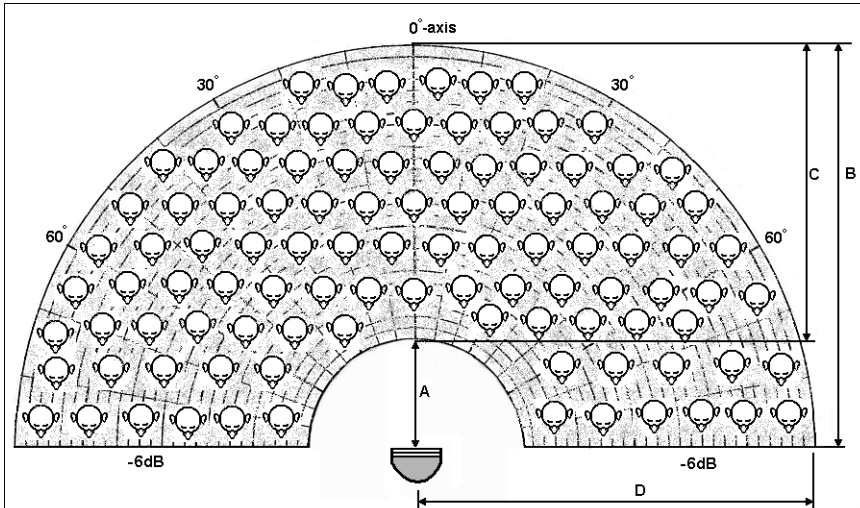
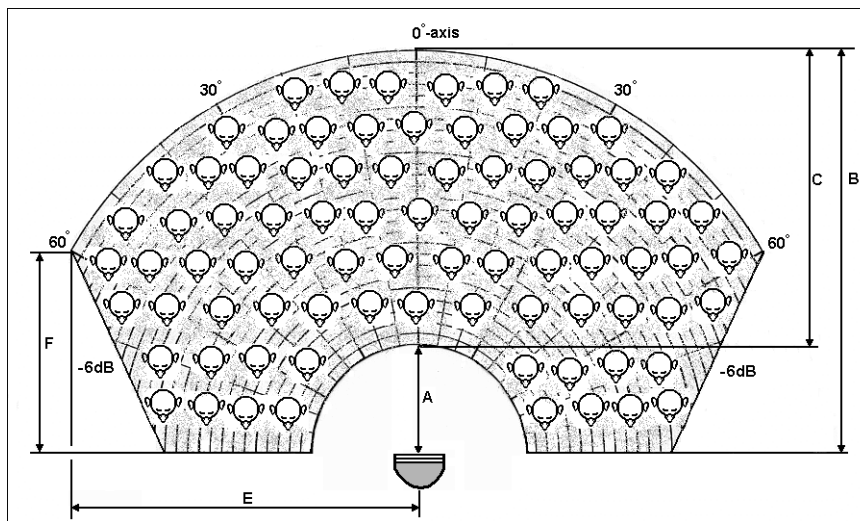

Figura 2 - Forma prodotta da un'ottava di 1 kHz emessa dall'altoparlante
Figura 3 - Forma prodotta da un'ottava di 4 kHz emessa dall'altoparlante
4. La figura 2 mostra la forma prodotta da un'ottava a 1 kHz emessa dall'altoparlante; la figura 3 mostra la forma prodotta da un'ottava a 4 kHz. L'area di ascolto con le prestazioni acustiche ottimali si presenta in queste forme. Assicurarsi che la forma corrispondente all'ottava da 4 kHz con le dimensioni ottenute utilizzando il grafico 1 copra interamente l'area di ascolto desiderata.